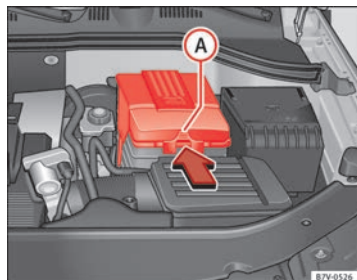

Fig. 175 En el vano motor: Retire la cubierta de la batería del vehículo.
- En el caso de una cubierta: presione la lengüeta ⇒ fig. 175 A en el sentido que indica la flecha y retire hacia arriba la cubierta.